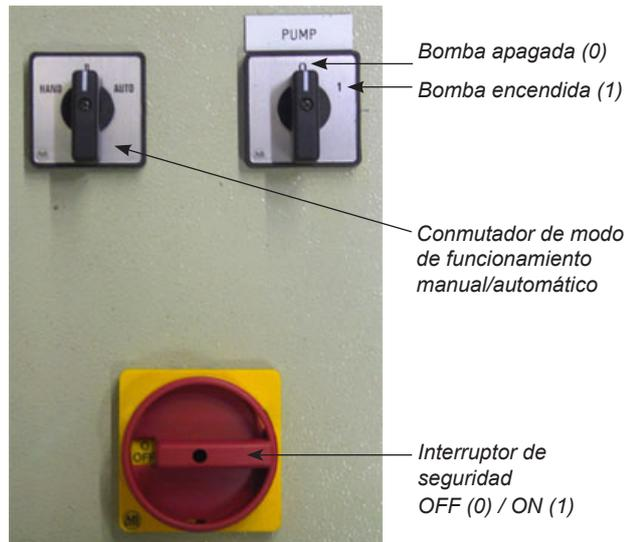

Figura 1.7 Interruptor y conmutador en el armario de control (opcional)
- Antes de realizar trabajos de mantenimiento poner el interruptor de seguridad (véase la figura 1.7) en la posición OFF y bloquearlo en esta posición con un candado.
El filtro está equipado con un interruptor de seguridad (ver la *figura 1.7*). Para la parada de emergencia se debe poner el interruptor de seguridad en la posición OFF (0).